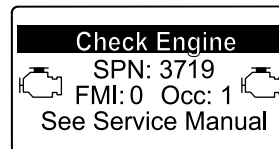

Figure 52
- Si une régénération de récupération est nécessaire, l'InfoCenter affiche l'avertissement SPN 3719, FMI 16 (Figure 52) et l'ordinateur du moteur réduit la puissance du moteur à 85 %.